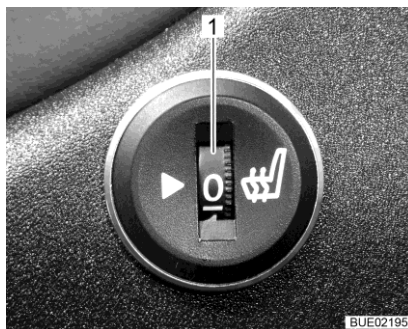

Bild 18 Inställningshjul stolsvärme
- Beroende på önskad värmeeffekt vrid inställningshjulet (Bild 18,1) i en ställning mellan "0" och "5".